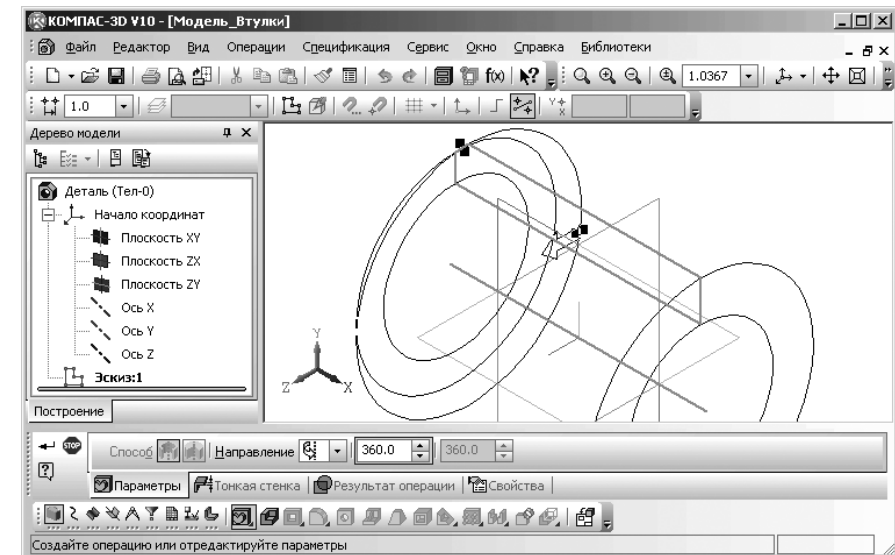

Рис. 4.73. Состояние системы в режиме построения модели втулки методом вращения
- щелкните на панели инструментов по кнопке **Операция выдавливания** и, удерживая нажатой левую кнопку, переместите указатель мыши на кнопку – **Операция вращения**, а затем отпустите левую кнопку мыши. Появится **Панель свойств: Операция вращения** (см. рис. 4.36) и фантом втулки (рис. 4.73).